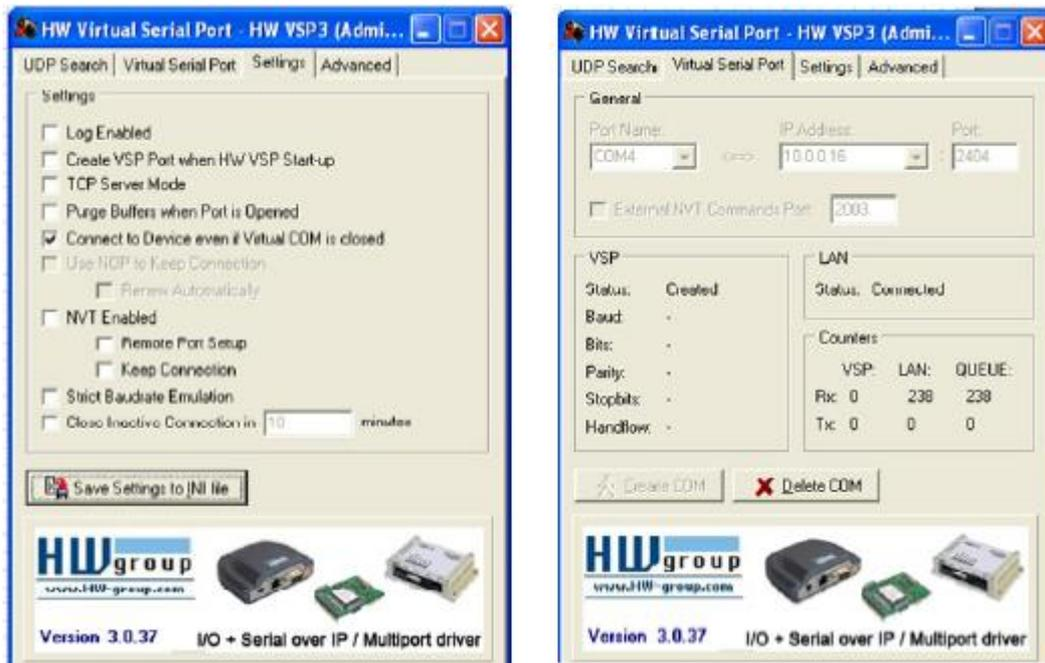

Рис. 7 Настройки HW Virtual Serial Port
- запустить виртуальный COM-порт (HW Virtual Serial Port) и установить настройки, приведенные на Рис. 7;